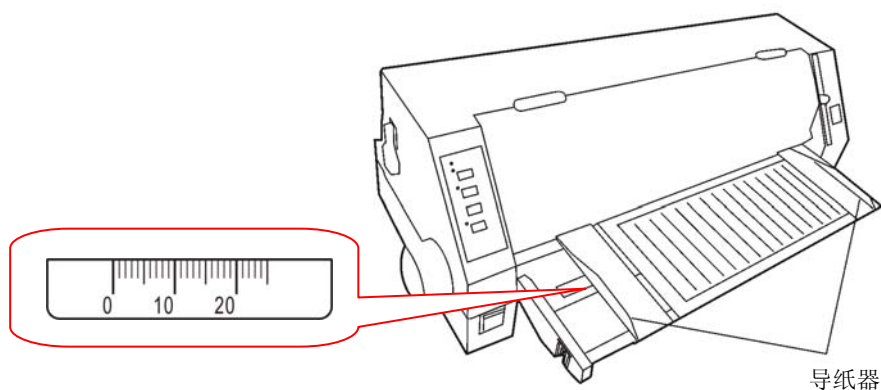

图 3-3 调整导纸器位置
3. 根据打印机导纸器组件上的标示调整导纸器位置（打印机导纸器组件上标签的标示位置，“0”位置表示横向有效打印起始位置），如图 3-3 所示。